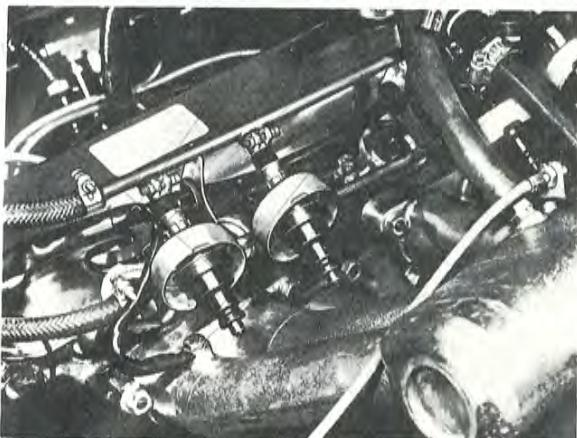

Bild 2—59. Insprutare demonterade för kontroll
- Vid demontering av samtliga insprutare t.ex. för kontroll, behöver ej slangklamerna demonteras utan samtliga insprutare och fördelningsrören lyfts upp samtidigt, bild 2—59.